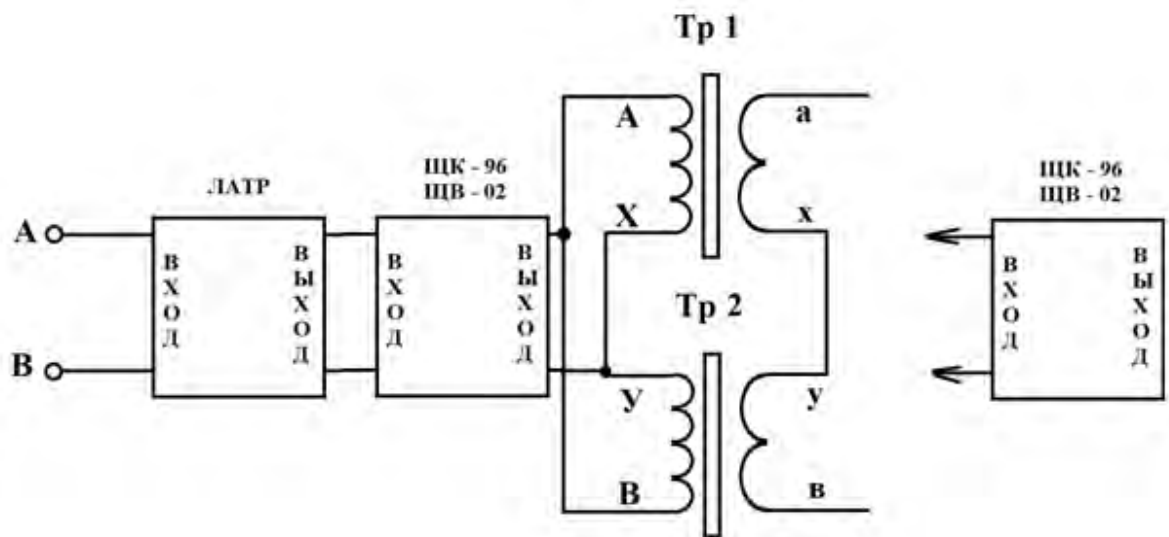

Рис. 4. Параллельное согласное включение трансформаторов
8. Собрать электрическую схему согласно рис. 4. и представить на проверку преподавателю. ЛАТР вывести в нулевое положение.
9. Собрать электрическую схему согласно рис. 4. и представить на проверку преподавателю.
Рис. 4 схема Y/Y с нейтральным проводом, при симметричной /несимметричной/ нагрузке.
Рис. 4 схема  $\Delta$  не согласное подключение, с нагрузкой